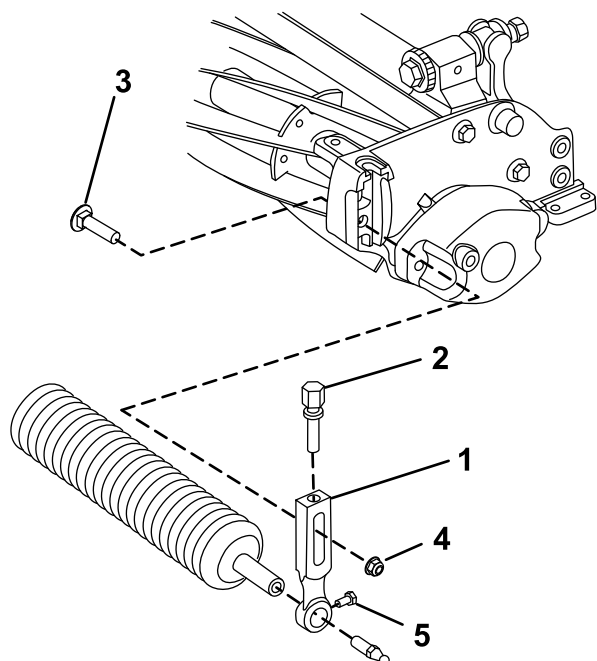

Bild 3
1. Entfernen Sie die Senkschraube, Scheibe und Bundmutter, mit denen einer der Schnitthöhenarme an der Seitenplatte der Schneideinheit befestigt ist (Bild 3).
7. Ziehen Sie die Befestigungsschrauben der Rolle an (Bild 3).
2. Lösen Sie die Rollenbefestigungsschrauben in den Schnitthöhenarmen (Bild 3).
3. Schieben Sie die Rollenwelle in den Schnitthöhenarm am anderen Ende der Schneideinheit (Bild 3).
4. Schieben Sie den Schnitthöhenarm auf die Rollenwelle (Bild 3).
5. Befestigen Sie die Rolle lose mit dem vorher entfernten Schnitthöhenarm und den Befestigungen an der Schneideinheit (Bild 3).